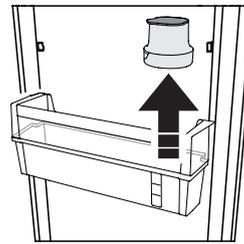

Fig. 4
- Enlevez le filtre du porte-bouteilles suspendu (**Fig. 4**)